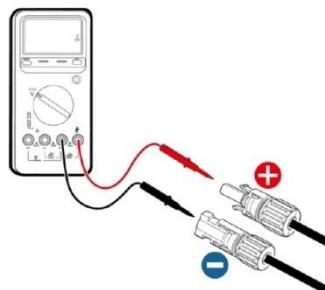

图 5.3 测量直流输入电压
- (2) 直流连接器接好后，需用万用表测量直流输入组串的电压，验证直流输入线缆的极性，同时确保每路组串电压在逆变器允许范围内，如图 5.3 所示。